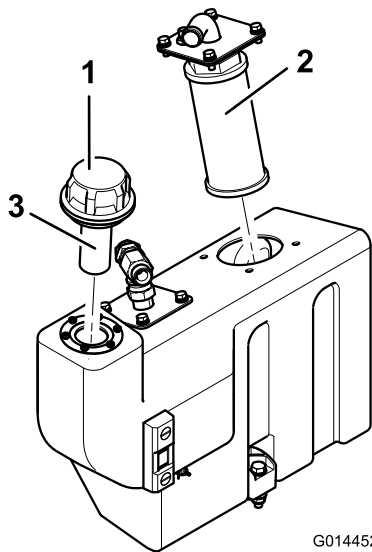

Figura 89
2. Retire la brida de aspiración del depósito de aceite para tener acceso al filtro de aspiración (Figura 89).
3. Desenrosque y retire el filtro de malla y límpielo con queroseno o gasolina antes de instalarlo (Figura 89).